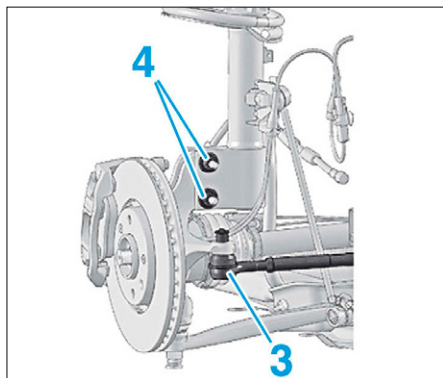

FIG. 2
- Désaccoupler la rotule de direction (3) (Fig.2).
- Déposer les 2 boulons (4).